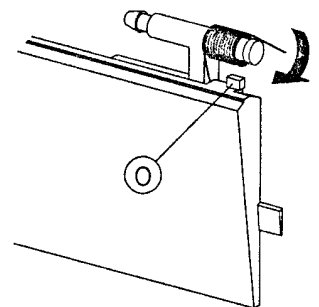

Fig. 1a
- Drehfeder auf den rechten Achsstift der Cassettenklappe stecken, mit einer Umdrehung in Pfeilrichtung spannen und an der Rastnase (O) einhängen (Fig. 1a).
- Put the torsion spring onto the right end of the hinge pin of the cassette flap, rotate it by one turn as shown by the arrow and hook it onto the locking lug (O) (Fig. 1a).